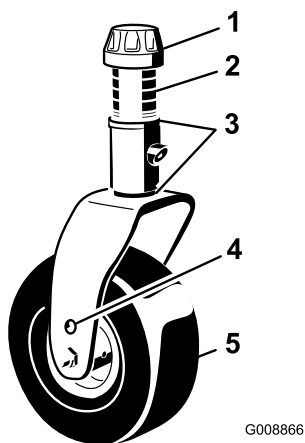

Рисунок 28
- Снимите колпачковую гайку с вала поворотного колеса (Рисунок 28) и извлеките вал из рычага поворотного колеса. Поместите на вал поворотного колеса 2 регулировочных прокладки (3 мм), установленные первоначально. Наденьте на вал нужное число проставок на 1/2" для получения требуемой высоты скашивания.